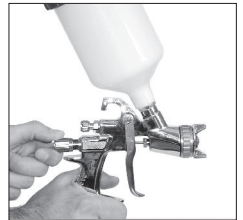

FIG. 2
2. Pour un débit maximum et pour empêcher une usure prématurée de la buse produit, tourner le bouton de réglage produit (18) vers la gauche jusqu'à ce que la course de la gâchette ne rencontre plus d'obstacle; la gâchette doit pouvoir toucher la poignée du pistolet. Ensuite, tourner encore le bouton d'un 1/2 tour. FIG. 2 et 3
2. Démonter la buse (2) à l'aide de la clé (25) en actionnant de temps à autre la gâchette du pistolet. FIG. 2